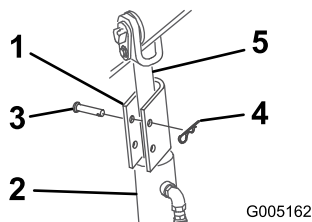

Figura 22
4. Posizionate un blocco del cilindro sull'asta di ogni cilindro di sollevamento (Figura 22).
5. Fissate ogni blocco del cilindro con un cavallotto con perno e una coppiglia (Figura 22).